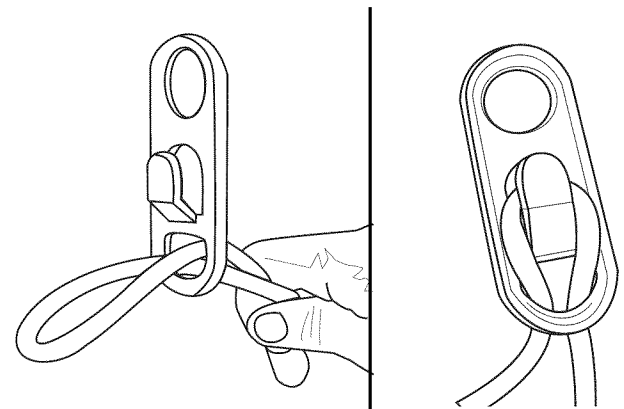

Fig. 2
2. Poussez la boucle dans le trou inférieur dans l'arrêt (Fig. 2).
3. Faites glisser la boucle par-dessus l'étrier et tirez vers le bas jusqu'à ce que le cordon soit bien rentré (Fig. 2).